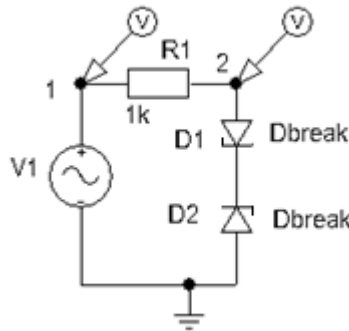

Рис. 12. Схема двухстороннего ограничителя
- 4.10. В операционной системе «Windows» под управлением программы «Schematics» собрать схему двухстороннего ограничителя (рис.12).